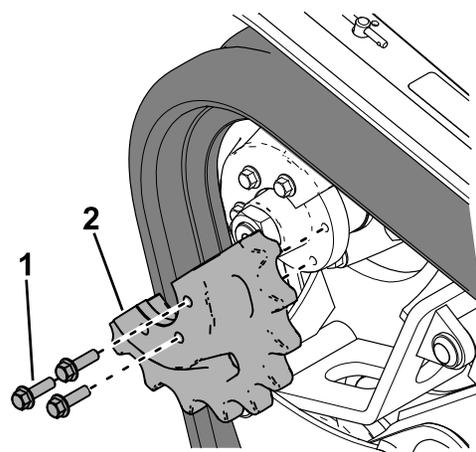

Рисунок 62
- Отверните 3 зажимных болта на той половине ведущего колеса, которая не вошла в зацепление с гусеницей (Рисунок 62).
19. Нанесите резьбовой герметик на болты снятой половины ведущего колеса и установите половину ведущего колеса (**Рисунок 62**). Затяните болты с моментом от 95 до 115 Н·м.